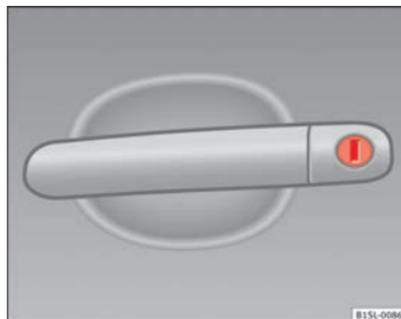

Fig. 134 Manilla de la puerta del conductor con bombín de cierre.
- Introduzca el paletón en el bombín de cierre y desbloquee o bloquee el vehículo ⇒ fig. 134.